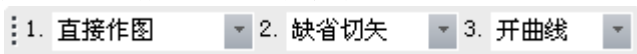

图 2-53 样条曲线的立即菜单
1) 调用【样条】功能，弹出如图 2-53 所示的立即菜单。